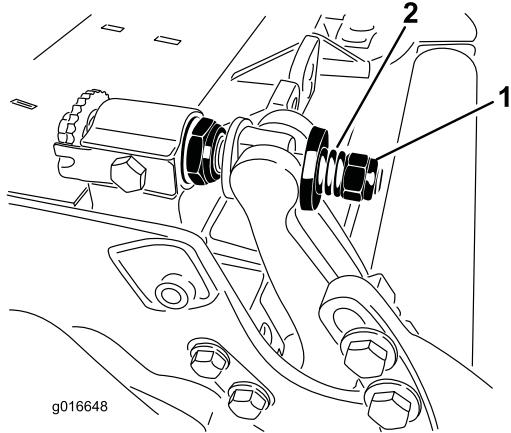

Bild 29
3. Ziehen Sie die Federspannungsmutter an, bis die Feder zusammengedrückt ist, drehen Sie sie dann eine 1/2 Umdrehung heraus (Bild 29).
10. Ziehen Sie die Mutter an jedem Untermesserträgereinsteller an, bis die Druckfeder ganz zusammengedrückt ist, lösen Sie die Mutter dann um eine halbe Umdrehung (Bild 29).